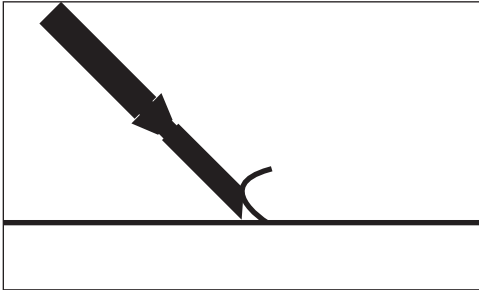
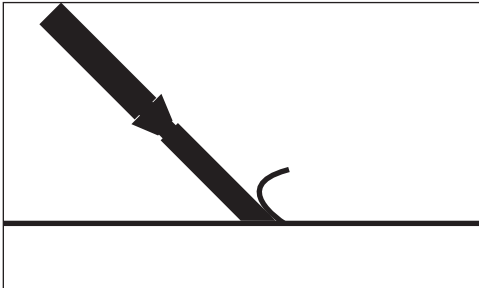

ABB. 4
ABB. 4.1
- Im Normalfall ist die Schrägseite der Klinge bei Arbeiten an Beton nach oben gerichtet (Abb. 4). Bei Arbeiten an Holz muss sie nach unten gerichtet sein (Abb. 4.1).